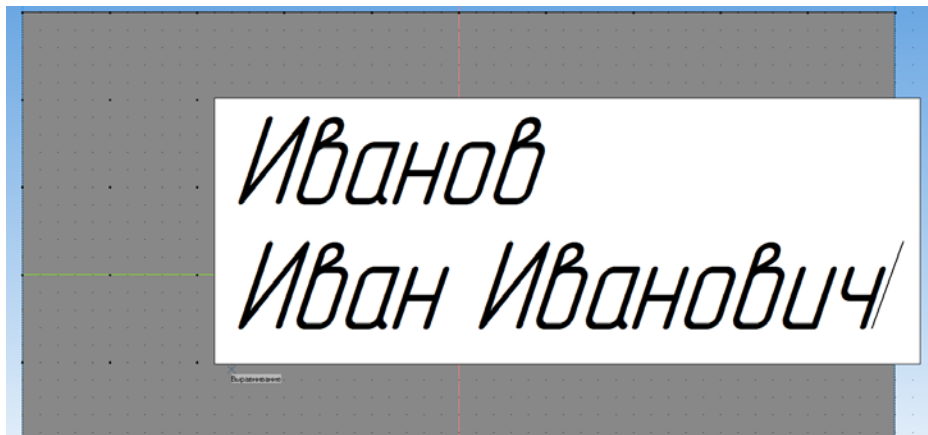

Рис. 3
3. Введем желаемый текст, в том числе используя клавишу Enter для перехода на новую строку (рис. 3).